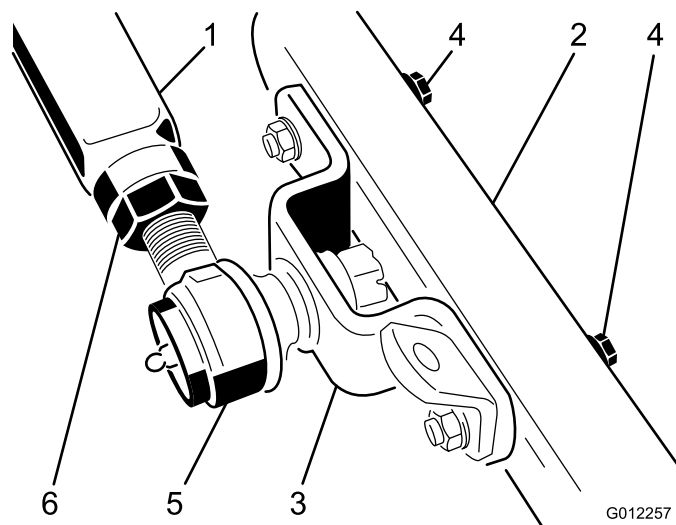

Figura 21
fissano il supporto del giunto sferico e la staffa della catena al braccio della ruota orientabile sull'apparato di taglio (Figura 21). La persona che vi assiste può spostare il braccio di spinta verso l'alto con cautela, rilasciando gradualmente i 68 kg di carico della molla.
5. Con l'aiuto di un'altra persona, spingete con cautela il braccio di spinta sinistro verso il basso in modo che i fori del supporto del giunto sferico siano allineati con quelli del braccio delle ruote orientabili (Figura 21). Fate scorrere immediatamente un blocco di legno 102 x 102 mm tra la parte superiore del braccio di spinta e il lato inferiore del telaio.